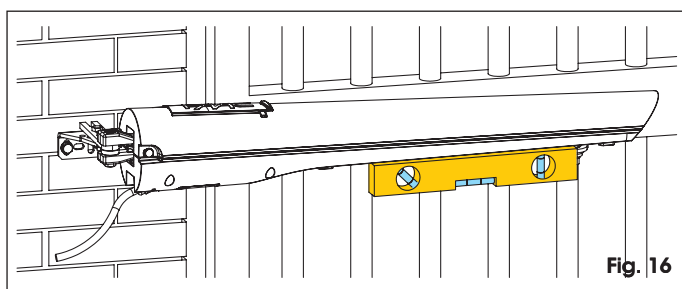

Fig. 16
9. Contrôler l'horizontalité de l'opérateur avec un niveau à bulle d'après la figure 16 et le fixer provisoirement avec des étaux et deux points de soudure.